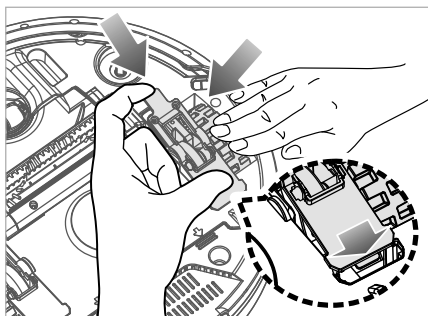

Fig. 25
- 6) Premere la ruota **20/34** verso il basso e applicare la copertura della ruota **19/35** all'apparecchio (vedere fig. 25).